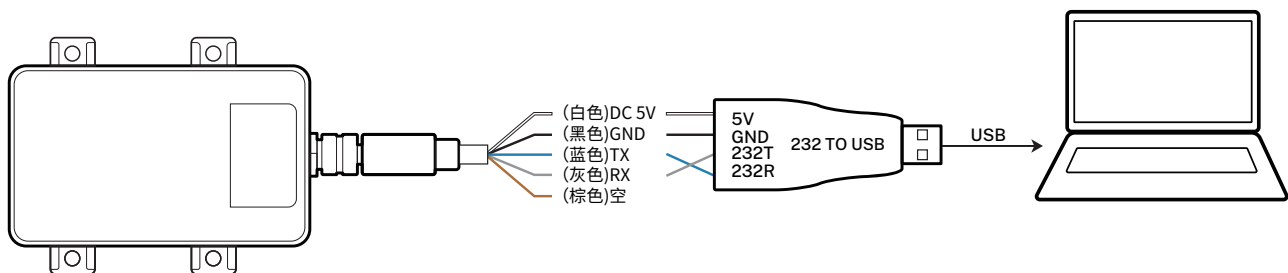

图 3. L4s/L4s-Filled 接 USB 转 232 接线图（棕色线不接）
1. 按照图 3 所示，白色的线接 TTL/232 转 USB 转换器的 5V 直流电源，黑色的线接转换器的 GND；